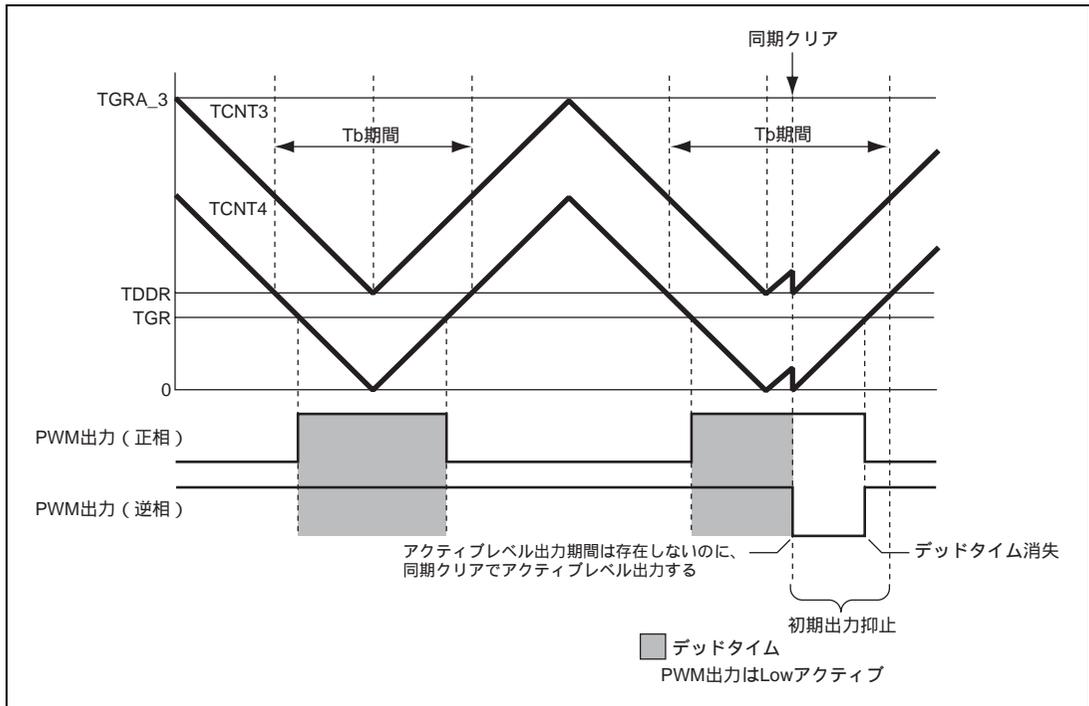

図 10.136 条件 (2) の同期クリア例
条件 (2) 初期出力の抑止期間 、 にて、TGRB_3 TDDR、TGRA_4 TDDR、TGRB_4 TDDR のいずれかが成立する状態で、同期クリアする (図 10.136)。